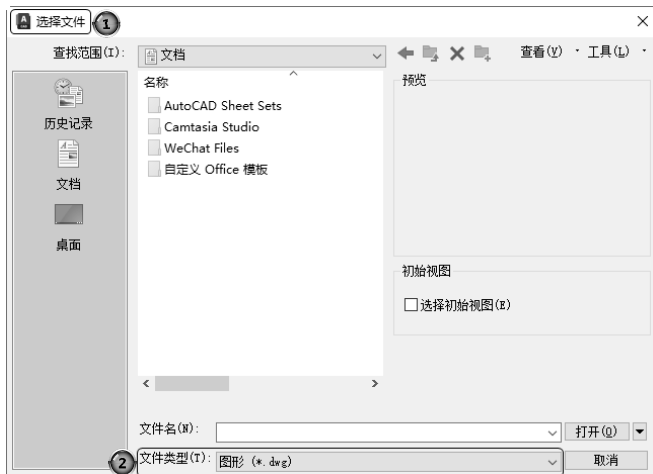

图 1-15 “选择文件”对话框
执行上述命令后, ①打开“选择文件”对话框, 如图 1-15 所示, ②在“文件类型”下拉列表框中可选择.dwg 文件、.dwt 文件、.dxf 文件和.dws 文件等。其中,.dxf 文件是用文本形式存储的图形文件, 能够被其他程序读取, 许多第三方应用软件都支持.dxf 格式。